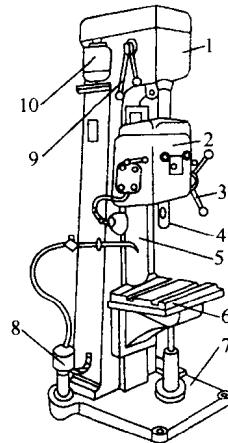

图 1-11 Z525 型立式钻床
(2) 立式钻床 立式钻床一般用来钻削中小型工件上的孔，其规格有 25mm、35mm、40mm、50mm 等几种。它的功率较大，可实现机动进给，因此，可获得较高的生产效率和加工精度。图 1-11 所示的是一种应用比较广泛的立式钻床。床身（立柱）5 固定在底座 7 上；主轴变速箱 1 固定在箱形床身的顶部；进给箱 2 安装在床身导轨面上；工作台 6 安装在床身导轨下方，并可以沿着床身导轨上下移动；立钻的进给箱也可以沿着床身导轨上下移动，以满足不同工件的加工需要。使用立式钻床时，应注意以下几点：